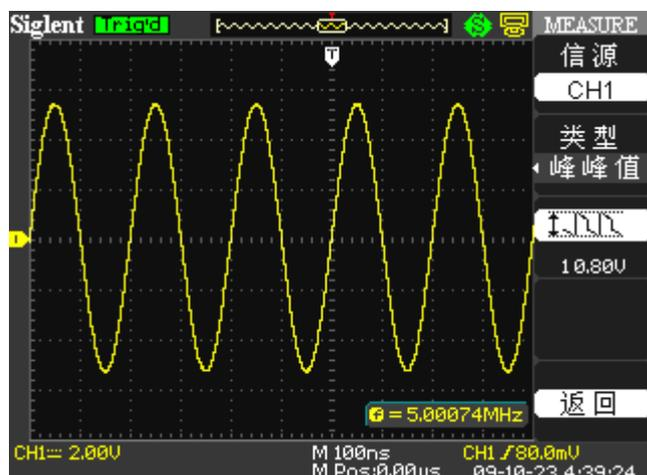

图 2.11-6
5. 按“类型”选项按钮或旋转“万能”旋钮选择您要测量的电压参数类型。相应的图标和参数值会显示在第三个选项按钮对应的菜单处。如图 2.11-6: